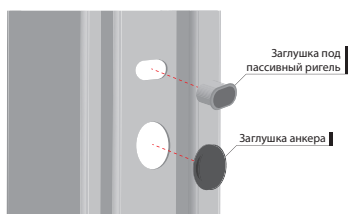

Рис. 4
3.15. Закройте отверстия в коробе под анкера и пассивные ригели идущими в комплекте пластиковыми заглушками (рис. 4).